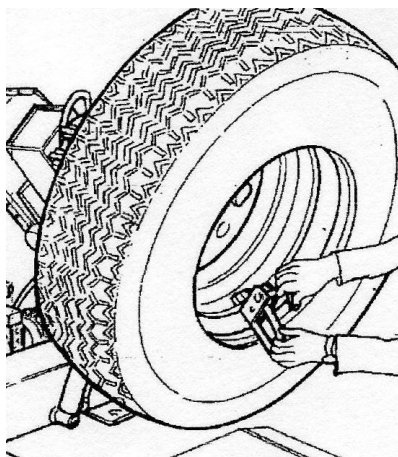

Рисунок 21
- Снимите зажимную скобу и снова наденьте её на 6 ч на внешней стороне второго борта (см. Рисунок 21).
– Прикрепите зажим в нижней точке (на 6 ч) снаружи второго борта (см. Рисунок 21).